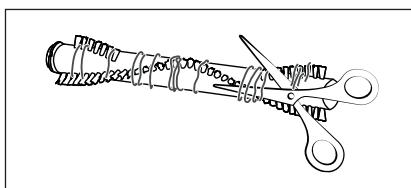

Fig. 28
- 4) Coupez les fils et les cheveux le long des poils du rouleau brosse 20 à l'aide de ciseaux (voir fig. 28). Retirez les fils et les cheveux du rouleau de la brosse 20.